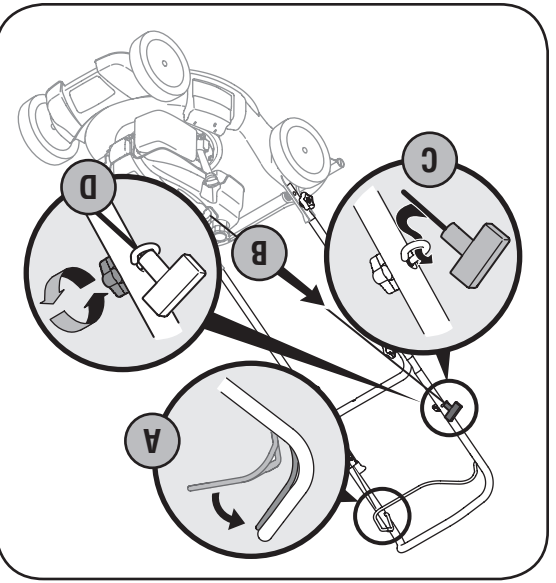

Figure 3-3
- Installation du guide de la corde. Voir la Figure 3-3.